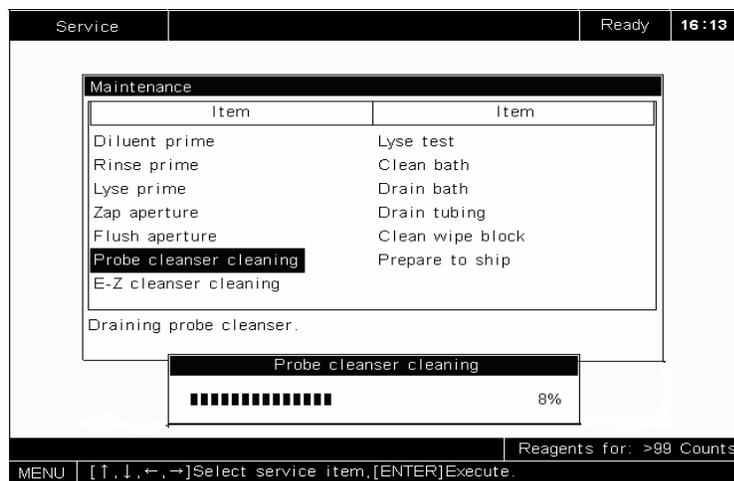

Рисунок 10-10 Процесс очистки
4. Когда промывка закончится, анализатор начнёт процесс обратной очистки, как показано на **рис. 10-10**; затем вернётся к исходному состоянию;